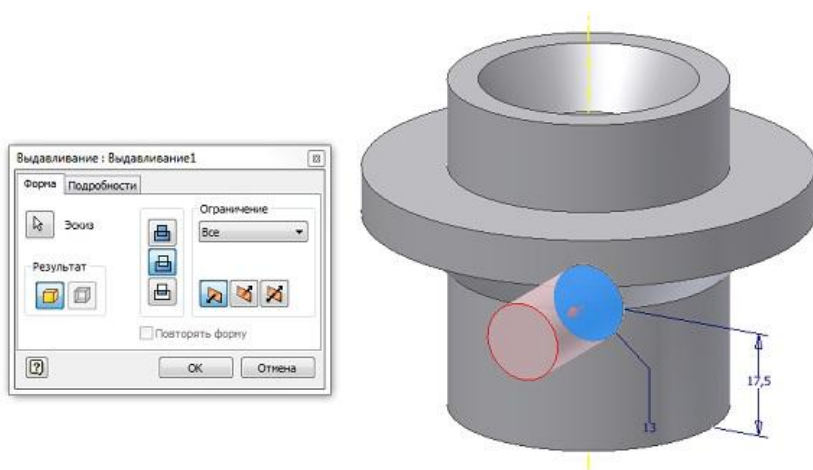

Рисунок 4.6 – Диалоговое окно **Выдавливание**
- Выберите команду  **Выдавливание** из инструментальной палитры, открывается диалоговое окно (рис. 4.6).